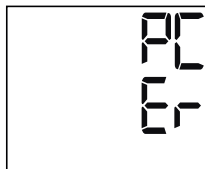

Fig. 2
■ Si le transfert de données a échoué, un message d'erreur apparaît sur l'écran du tensiomètre comme dans la Fig. 2.